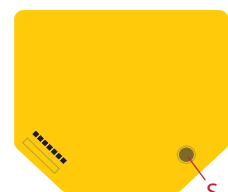

Imagen 3
- S: S button (Fig. 3)
- S: Botón S (Imagen 3)